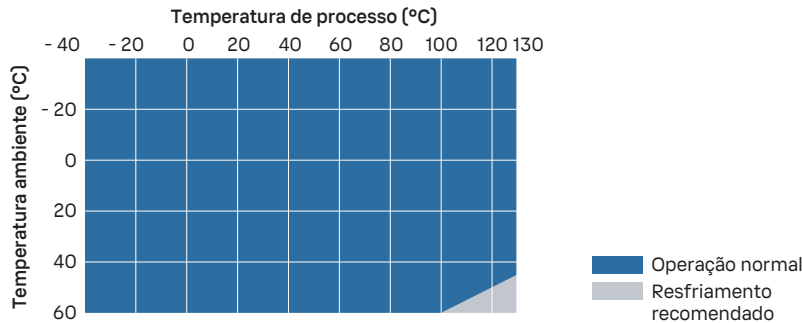

Figura 60 Temperatura do processo e resfriamento recomendado
- Use resfriamento adicional de acordo com a Figura 60 \(página 255\). Observe que os valores na figura são indicativos. O resfriamento necessário depende do local de instalação e do ambiente.